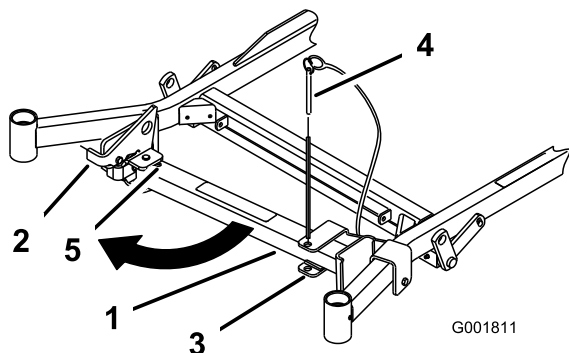
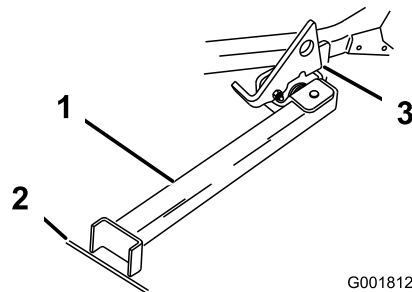

Figura 34
Figura 35
2. Retire o pino do suporte (Figura 34).
3. Levante o trinco. Rode o pé do stand e faça deslizar o stand em direção à máquina, para a parte de baixo da ranhura (Figura 34 e Figura 35).
6. Coloque o pé do stand no solo e assente o trinco na patilha articulada (Figura 35).
Nota: Para obter melhores resultados, coloque o pé do stand em junções nos passeios ou na relva (Figura 35).
8. Avance para o stand. Pare quando o trinco passar pela patilha para posição BLOQUEADA (Figura 35). Quando estiver no stand, engate o travão de mão e desligue o motor.
- Volte a colocar o stand na posição de DESCANSO (Figura 34).